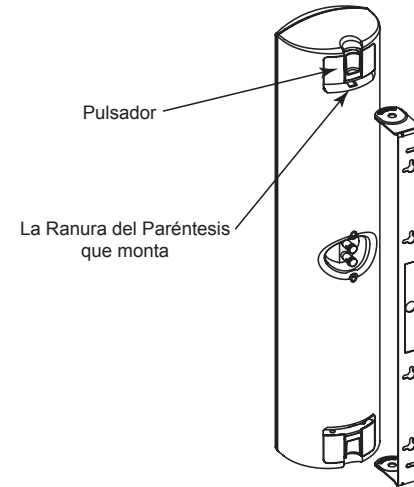

Figura 2
9. Fije el MPP al soporte asentando las ranuras de montaje del MPP, ubicadas en los extremos de la parte de atrás del MPP, en las lengüetas de montaje del soporte, como se muestra en la Figura 2. Las lengüetas encajan en posición con un chasquido cuando se establece la conexión. Jale ligeramente el MPP hacia adelante y hacia los lados para asegurarse de que se ha establecido una conexión sólida. Para quitar el MPP del soporte de montaje, presione los botones ubicados en los extremos de la parte de atrás y jale el altavoz para separarlo del soporte de montaje. El MPP debe salir fácilmente. NO lo fuerce. Los dos botones deben estar completamente presionados.